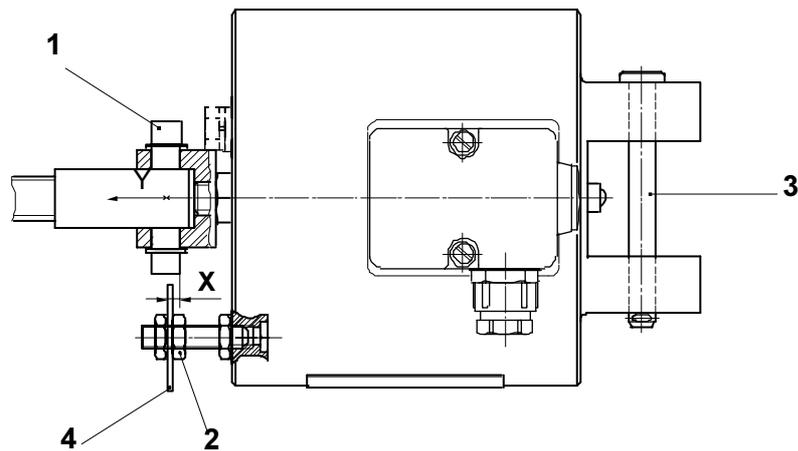

图 18b 冲程指示器的检查 [36878; 14.09.2010]
- 对于盘式冲程指示器 (图 18b)，稍微转出销轴(1)以避免指示盘(4)损坏。